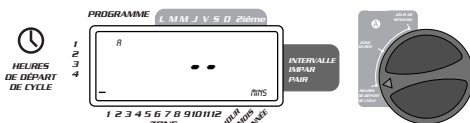

FIGURE 6: Durée station pour programme A.
- Positionner le commutateur sur **STATION/DUREE** dans le programme A ou B. L'affichage indiquera par un "A" ou un "B" le programme sélectionné et les --MINS et le curseur clignotent à la station "1" [voir la Figure 6].